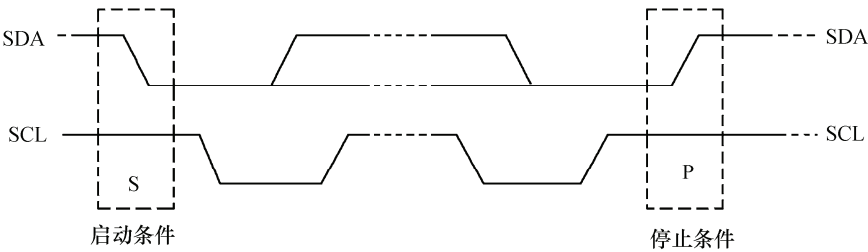

图 8.19  $I^2C$  总线系统的启停条件规定
①  $I^2C$  总线的技术条件规定,在时钟线 SCL 为高电平期间,数据线 SDA 上的数据状态必须保持稳定。只有在时钟线 SCL 为低电平期间,SDA 线上的数据才允许发生变化。
② 起停控制和应答信号的规定。 $I^2C$  总线在传送数据过程中共有 3 种类型信号:开始信号、停止信号和应答信号。数据传送的起始信号和停止信号时序规定如图 8.19 所示。